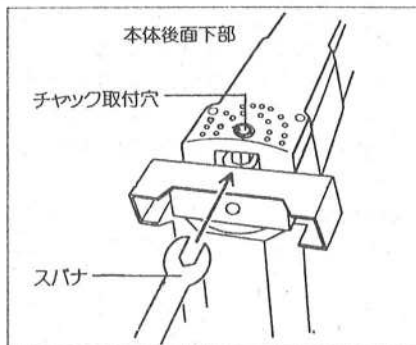

図9
- 本機の後面板にゴムブッシュがついています。ゴムブッシュを取りはずしますと、チャック取付穴がついています。(図9参照)